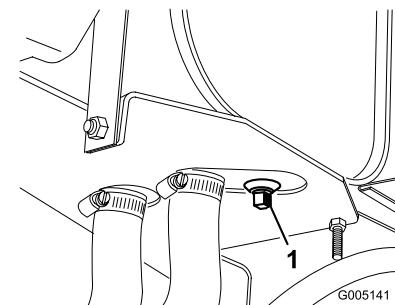

Bild 47
1. Entfernen Sie die Ablassschorabe (Bild 47) und lassen das Hydrauliköl in ein Auffanggefäß ab. Schrauben Sie die Ablassschorabe wieder fest ein, wenn keine Flüssigkeit mehr ausströmt.